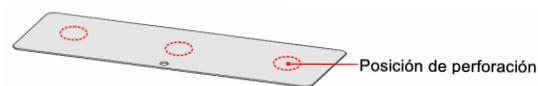

Figura 3-17 Posición recomendada de perforación
Paso 2 Perfore los huecos de cableado. La posición recomendada de perforación se muestra en la figura 3-17.